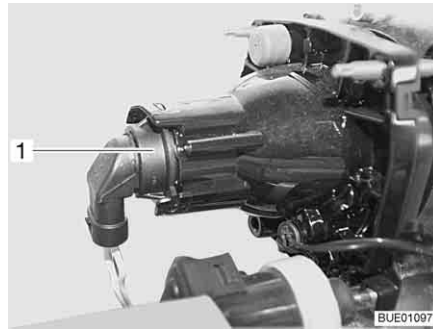

Bild 273 Halvljus/helljus/parkeringsljus
- Greppa tag bakom lampfästet (Bild 273,1).